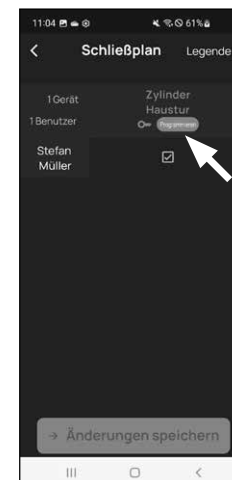

Abb. 4
- 5 Wenn Änderungen im Schließplan gemacht wurden, erscheint die Anzeige des jeweiligen Zylinders rot und wird durch den Button „Programmieren“ ergänzt. Die App teilt Ihnen damit mit, dass die Einstellungen noch nicht auf den Zylinder übertragen wurden. Um dies zu machen, tippen Sie beim jeweiligen Zylinder auf den roten Button „Programmieren“ (Abb. 4).